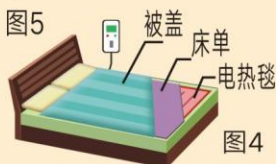

图4
4、在电热毯面上只铺上床单，将被盖平铺盖在床单上。通电时，电热毯上不能放置有折叠的被盖等厚重物品。图4